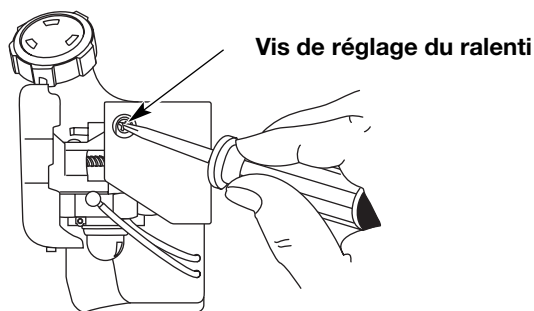

Figure 35
Le régime ralenti du moteur est réglable par le couvercle du filtre à air/silencieux (Fig. 35).
2. Relâchez le levier d'accélérateur et laissez le moteur au ralenti. Si le moteur s'arrête, insérez un petit tournevis à embout cruciforme ou à tête plate dans le trou du couvercle du filtre à air/silencieux (Fig. 35). Vissez la vis de ralenti de 1/8 de tour à la fois (selon le besoin) jusqu'à ce que le moteur se mette bien au ralenti.